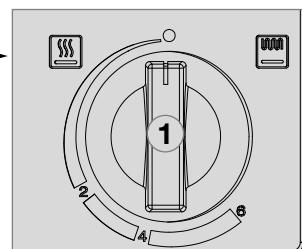

Fig. 47
- Portare la manopola (1) (fig. 47) sulla posizione „●“.